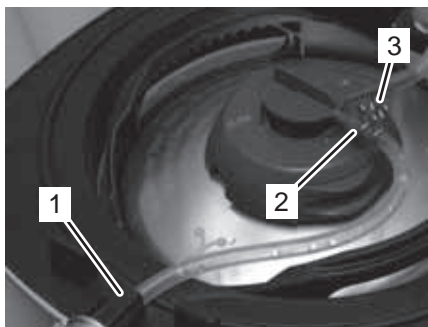

Fig. 35
12. Introduisez le bloc de verrouillage (Fig. 35/1) dans la cavité sur l'appareil.
13. Poussez l'extrémité dégagée du tuyau distributeur sur le raccordement de distribution « Beer Out » (Fig. 35/2).